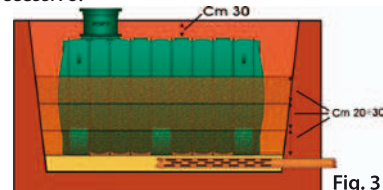

Fig. 3
5. Riempire il serbatoio per circa 20-30 cm con acqua e colmare lo spazio vuoto tra il serbatoio e la parete dello scavo con sabbia, fino al livello dell'acqua, con strati di circa 20-30 cm per volta (fig. 3), badando bene a **compattarli perfettamente**, aiutandosi con un **paletto di legno** (fig. 5) o altri mezzi idonei. Evitare di scaricare la sabbia in grosse quantità, perché questo potrebbe creare accumuli, capaci di deformare il serbatoio, mentre potrebbe generare vuoti in altre zone. **È fondamentale cercare di compattare al massimo ogni singolo strato che viene aggiunto.**
7. Raccomandiamo di colmare la parte superiore della buca, fino all'inizio della prolunga del duomo, se presente, con sabbia non riciclata, completando l'ultima fase di interro con terreno vegetale, avendo cura di non superare la profondità massima di interro di 30 cm, come indicato nella fig. 3. (~ 50 cm per la serie NER).